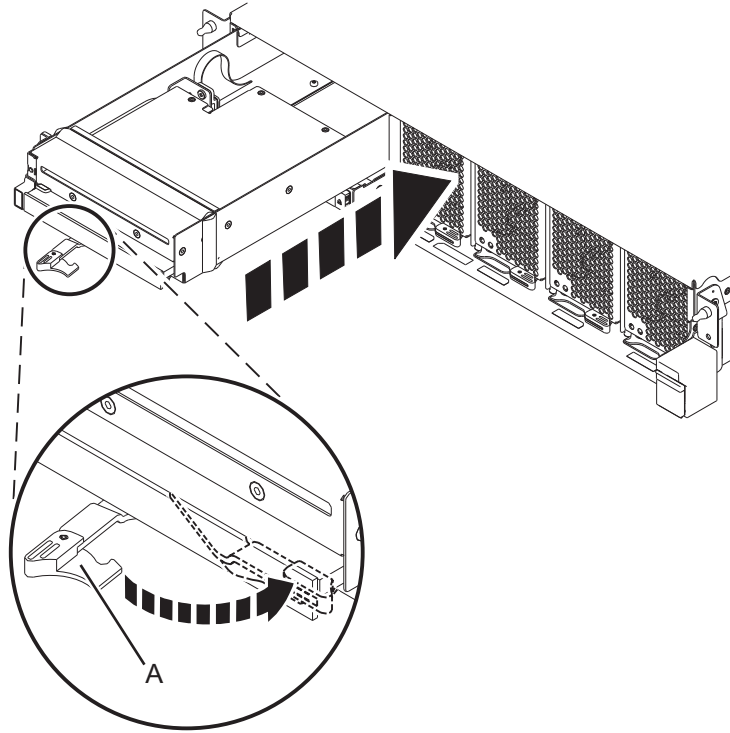

Figura 7. Instal·lació d'un dispositiu de suport d'emmagatzematge extraplà en una unitat de control del sistema 9080-MHE, 9080-MME, 9119-MHE o 9119-MME
- a. Assegureu-vos que la nansa del dispositiu de suport d'emmagatzematge extraplà (**A**) s'hagi girat perquè estigui oberta tal com es mostra a la Figura 7 a la pàgina 12.